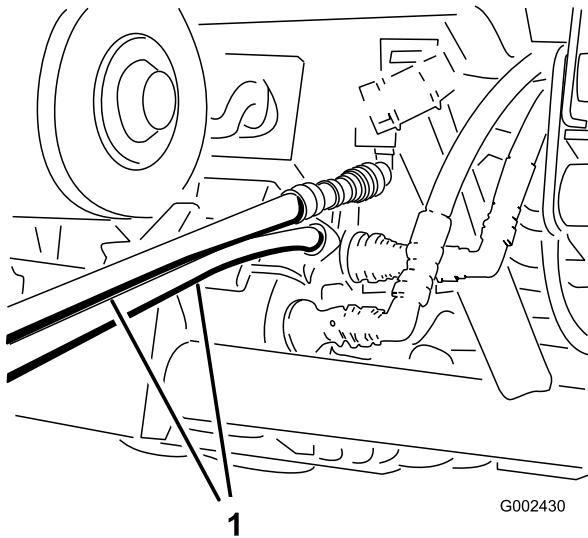

Figura 82
4. En el otro vehículo, conecte los dos manguitos al acoplamiento que permanece todavía en el soporte de acoplamiento (conecte el manguito superior al acoplamiento superior y el manguito inferior al acoplamiento inferior) (Figura 82). Tapone los acoplamientos no utilizados.